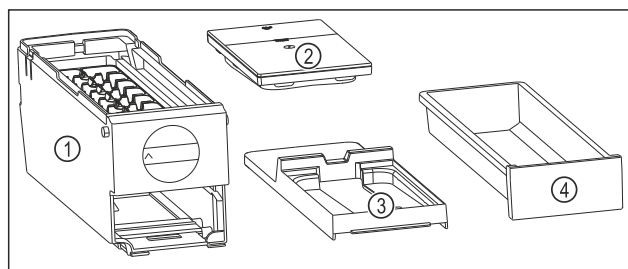

Fig. 93 Bestanddelen van de EasyTwist-Ice
- ▷ EasyTwist-Ice is in vier delen gedemonteerd. (zie Fig. 93)
- ▶ EasyTwist-Ice alleen in afgebeelde bestanddelen demonteren. (zie Fig. 93)
- ▶ EasyTwist-Ice-corpus Fig. 93 (1) als geheel reinigen.